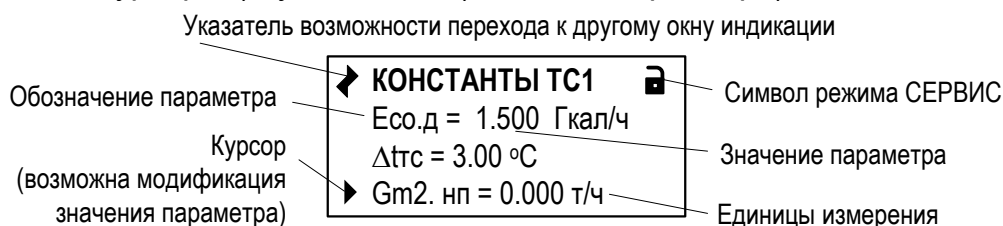

Рис.8. Вид одного из окон индикации многооконного меню.
6.2.5.2. Место расположения и символическое изображение курсора (рис.8) зависят от вида информации, отображаемой в окне индикации, и состояния установленного рядом с курсором (над курсором) пункта меню (значения параметра).